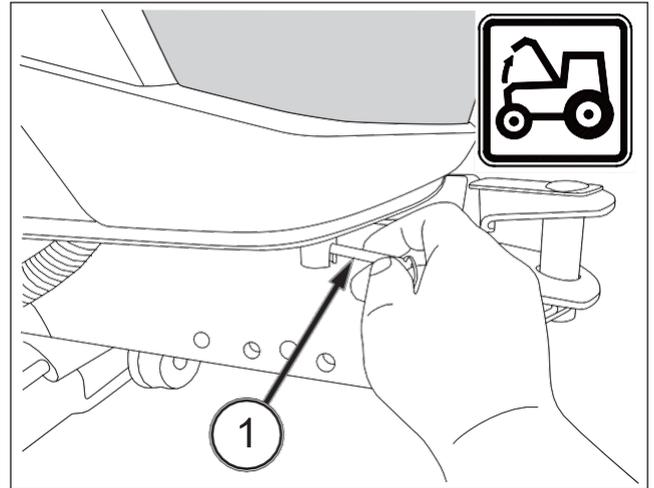

FIG. 85
FIG. 85 y 86: Para abrir el capó, utilice la herramienta (1) unida a la llave de contacto. Verá un orificio en la parte inferior derecha del capó. Introduzca la herramienta y tire de ella. A continuación, levante la parte delantera del capó. El capó se mantendrá abierto automáticamente.